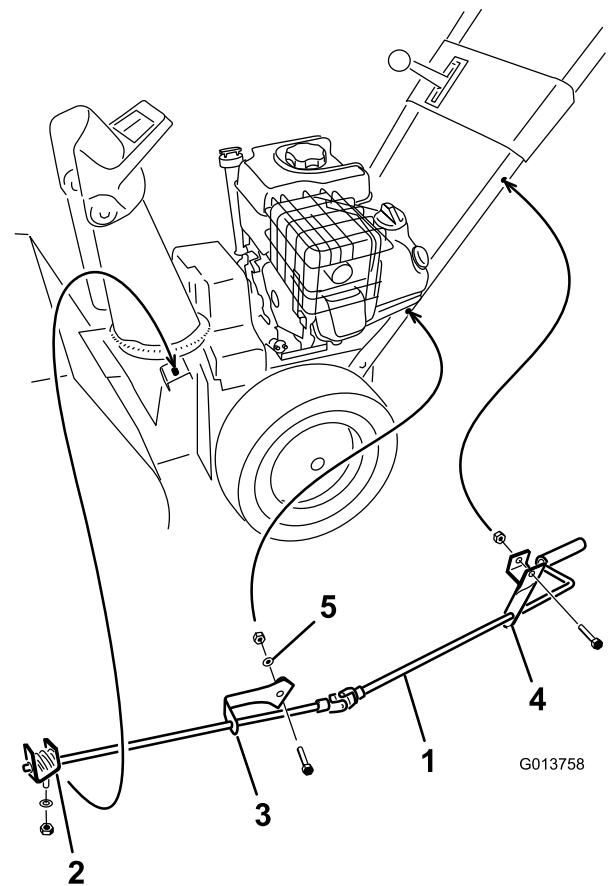

Bild 10
1. Befestigen Sie die obere Einstellhalterung der Auswurfkanalkurbel (an der Einstellstange für den Auswurfkanal befestigt) mit einer Schraube und einer Sicherungsmutter links am Griff Bild 10.
2. Befestigen Sie die untere Einstellhalterung des Auswurfkanals (an der Einstellstange des Auswurfkanals befestigt) mit einer Schraube, einer Wellenscheibe, einer Flachscheibe und einer Sicherungsmutter links am Griff (Bild 10).
6. Ziehen Sie die Sicherungsmutter an, um die beiden Einstellhalterungen der Auswurfkanalkurbel zu befestigen (Bild 10).